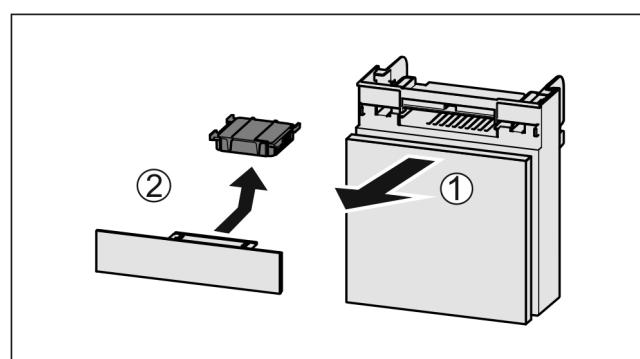

Fig. 118
- Потягніть Fig. 118 (1) відділення вперед.
- Витягнути Fig. 118 (2) фільтр з активованого вугілля.